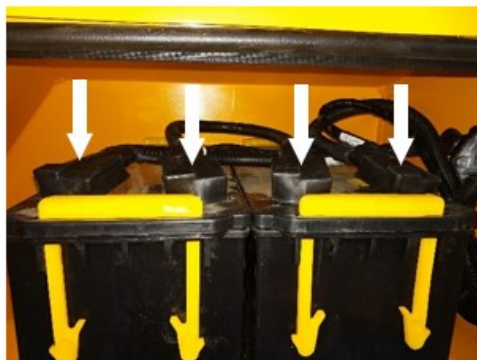

Рисунок 5.90. Клеммы и полюсные выводы
- ▶ Снять присоединительные клеммы с полюсных выводов аккумулятора рис. 5.90.